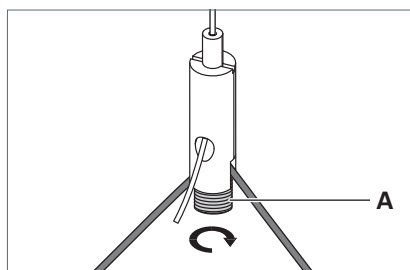

Fig. 26: Allineamento dell'apparecchio.
- ▶ Per allineare l'apparecchio d'illuminazione, allentare le viti **A** sui fermacavi, vedi Fig. 26.